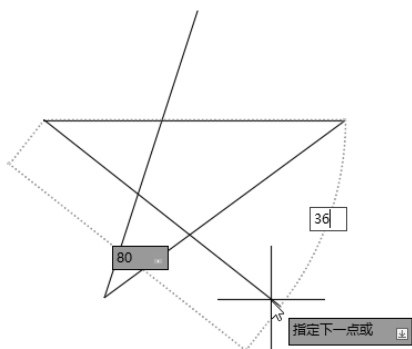
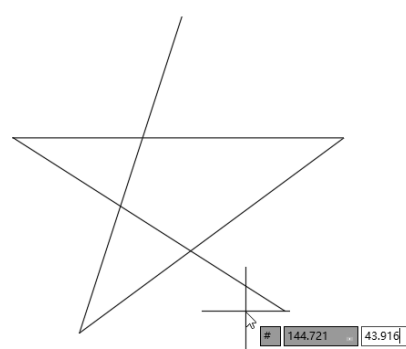

图 2-10 确定 P5 点
图 2-11 确定 P5 点 (绝对坐标方式)
(5) 拖动鼠标, 然后在动态输入框中输入长度为 80, 按 Tab 键切换到角度输入框, 输入角度为 36, 如图 2-10 所示。按 Enter 键确认 P5 点, 也可以输入绝对坐标 (#144.721,43.916), 如图 2-11 所示。按 Enter 键确认 P5 点。